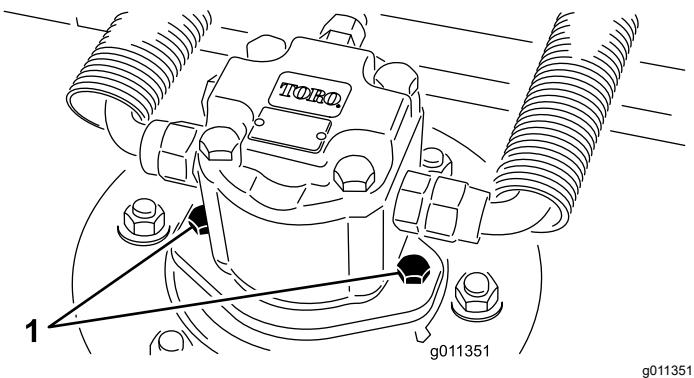

図 79
2. カッティングユニットから油圧モータを外す図 79。異物がつかないように、スピンドル上部にはカバーをかけておく。
3. カッティングユニットに油圧モータを取り付ける図 79。Oリングを忘れずに、また、損傷させないよう注意して取り付ける。